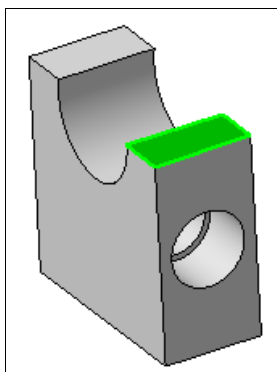

Рис. 18.19. Выделенная торцевая поверхность
- ♦ продолжаем построение. Для этого выделите торцевую поверхность, как на рис. 18.19;